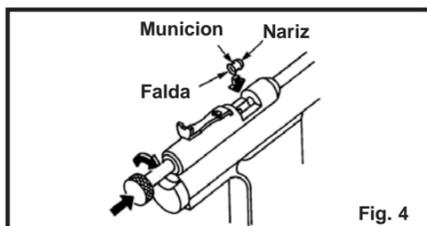

Fig. 4
- Con el cerrojo abierto, coloque un diábolo, empezando por la nariz, en el puerto de carga. (Fig. 4)